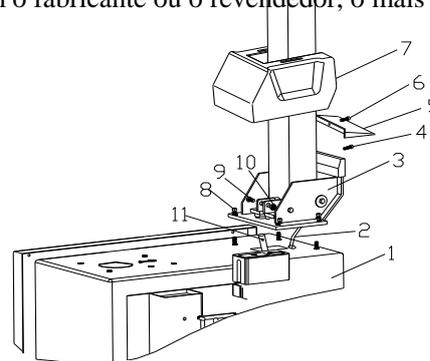

Fig 3
2) Coloque o assento inclinado (3, Fig 3) no corpo (1, Fig 3) com 4 parafusos (M12), empurre a mangueira de ar (2, Fig 3) através do orifício da coluna. Aperte as quatro porcas de auto-travamento (8, Fig 3).
3) Insira o parafuso (9, Fig 3) nos orifícios de ambos na coluna e aperte o eixo do cilindro (11, Fig 3), aperte-o com porca de auto-travamento (10, Fig 3).
4) Desperte os dois parafusos no lado esquerdo da tampa e remova a tampa, conecte a mangueira de ar (2, Fig 3) previamente mencionada com os orifícios laterais que controlam a válvula inclinada de 5 vias. Fixe a tampa esquerda.
5) Fixe a tampa de plástico (7, Fig 3) com dois parafusos (4, Fig 3).
6) Monte a tampa traseira plástica (5, Fig 3) na coluna com parafuso (6, Fig 3).